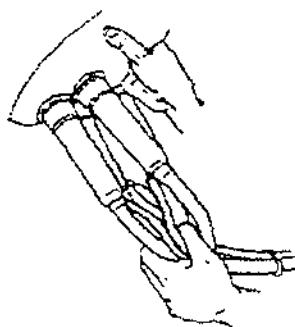

Рисунок 5 Машинное додаивание
5.4 К концу доения (через 4 – 5 мин) произведите машинное додаивание, а именно (оттяните коллектор одной рукой вниз и вперед, и одновременно легко массируйте соответствующую четверть вымени вверх и вниз (рис. 5).